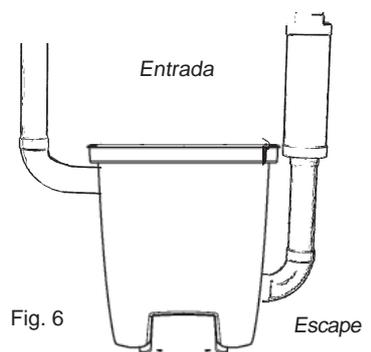

Fig. 6
5. Poner el tapón ciego en la salida anteriormente ocupada por el receptáculo del tubo de aspiración. Utilizar los cuatro tornillos para mantenerlo en sitio. El tubo de escape ha de estar firmemente unido a la pared para asegurarse de que no se desprende del receptáculo. Recuerde que el tubo acodado ha de poder girarse en varias direcciones para que la instalación llegue a ser correcta. Seguidamente conectar el tubo de escape y el silenciador, Fig. 6. Colocar la central de aspiración de manera que el tubo de escape sea lo más corto posible, como máximo 5 metros. Tener en consideración el entorno al colocar el escape. Por esta razón tiene que montar siempre un silenciador.